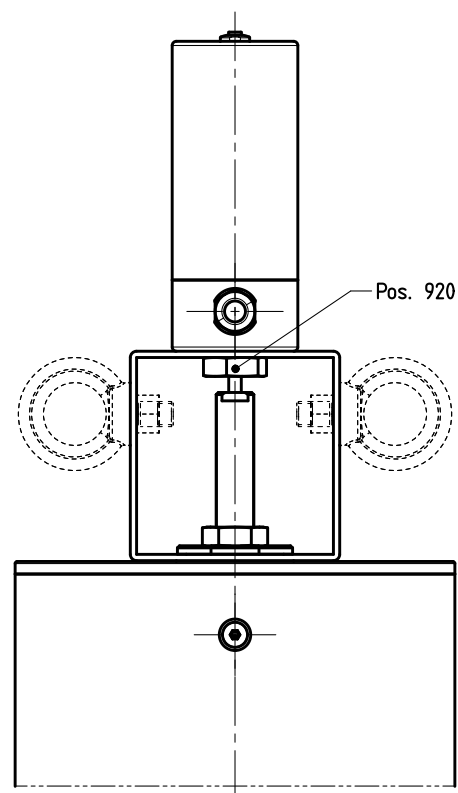

Abbildung 19: Aufbau: Hubbegrenzung und Stellungsrückmelder
8. Endschalterbox auf das Befestigungsblech [188] aufsetzen, Befestigungsschraube [900.2] mit „Loctite 243“ versehen (ein Tropfen auf das Gewinde) und mit dem Schraubendreher anziehen (Abbildung 19).